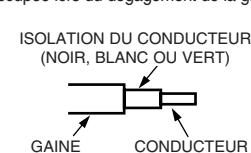

FIG. 1
- Poser le fil à dénuder sur le gabarit du couvercle du DDFT et marquer la longueur de gaine à dénuder. Couper soigneusement la gaine et préparer comme indiqué aux Fig. 1 et 2. Important : Si l'isolation d'un conducteur est accidentellement coupée lors du dégagement de la gaine, couper le cordon endommagé et répéter l'étape n° 1.